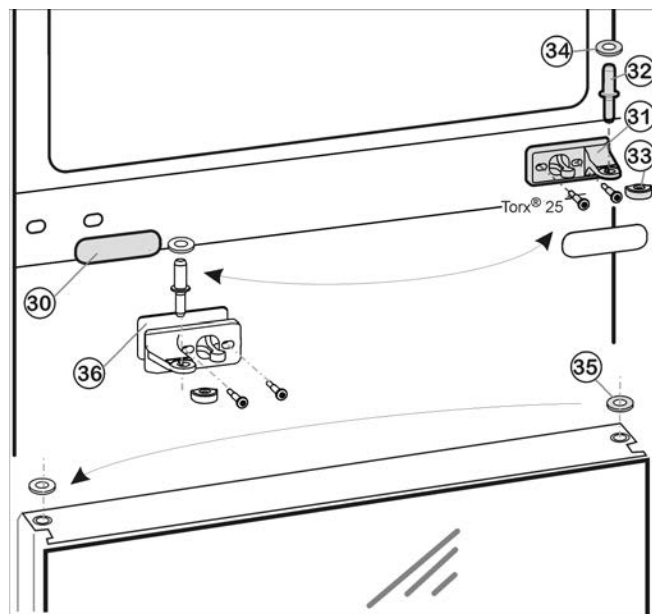
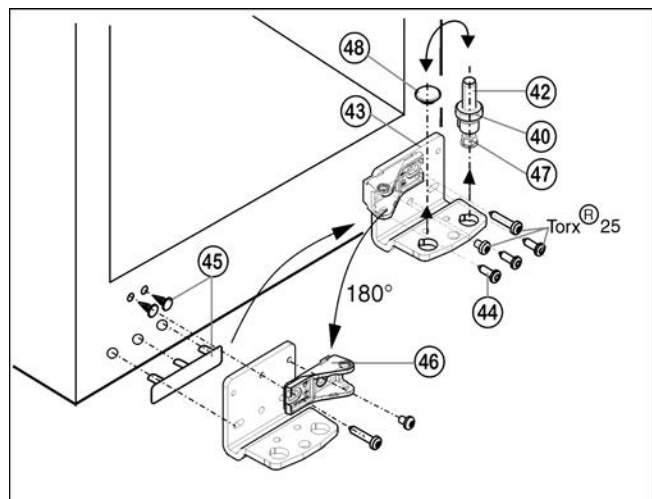

Fig. 11
Fig. 12
- Вытащите средний опорный палец Fig. 11 (32) с шайбой Fig. 11 (34) из опорного кронштейна и нижней дверцы.
- Снимите пластмассовый колпачок Fig. 11 (33).
- Открутите средний опорный кронштейн Fig. 11 (31) (2 шт. Torx® 25).
- Осторожно снимите накладку Fig. 11 (30).
- Прикрутите средний опорный кронштейн Fig. 11 (31) с подкладкой Fig. 11 (36) с поворотом на 180° на новую сторону шарнира (с моментом 4 Нм).
- Защелкните накладку Fig. 11 (30), повернув на 180°, на стороне, где теперь будет ручка.
- Переустановите шайбу Fig. 11 (35) на двери.
- Извлеките опорный винт Fig. 12 (42) в комплекте с шайбой Fig. 12 (40) и регулируемой опорой Fig. 12 (47), вытягивая его вверх.
- Снимите пробку Fig. 12 (48).
- Открутите Fig. 12 (43) опорный кронштейн Fig. 12 (44).
- Осторожно снимите и переставьте на противоположную сторону крышку и заглушки со стороны ручки Fig. 12 (45).
- Снова прикрутите нижний опорный кронштейн Fig. 12 (43) на новой стороне шарнира (с моментом 4 Нм). При необходимости используйте аккумуляторный шуруповёрт.
- Открутите опорную деталь Fig. 12 (46) и снова прикрутите внутри с поворотом на 180°, закрутив длинные винты в удлиненные отверстия!
- ▶ Переставьте пробку *Fig. 12 (48)* в свободное отверстие.
- ▶ Вновь установите опорный винт *Fig. 12 (42)* с шайбой и регулируемой опорой. При этом фиксатор должен быть направлен назад.
- ▶ Установите дверцу сверху на нижний опорный палец *Fig. 12 (42)*.
- ▶ Снова наденьте пластмассовый колпачок *Fig. 11 (33)* на средний опорный кронштейн *Fig. 11 (31)*.
- ▶ Вставьте средний опорный палец *Fig. 11 (32)* на новой стороне шарнира через средний опорный кронштейн *Fig. 11 (31)* в нижнюю дверцу.
- ▶ Установите шайбу *Fig. 11 (34)* на средний опорный палец *Fig. 11 (32)*.
- ▶ Установите верхнюю дверцу на средний опорный палец *Fig. 11 (32)*.
- ▶ При необходимости выравнивайте дверцы через продольные пазы в нижнем опорном кронштейне Fig. 12 (43) и среднем опорном кронштейне Fig. 11 (31) параллельно корпусу устройства. Для этого выкрутите средний винт на нижнем опорном кронштейне Fig. 12 (43).